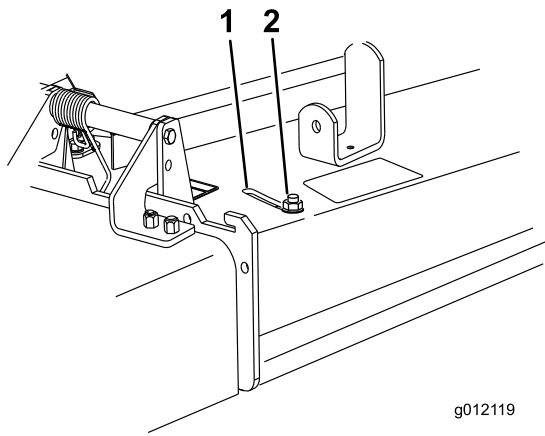

Figura 25
3. Para ajustar el deflector, afloje la tuerca (Figura 25).